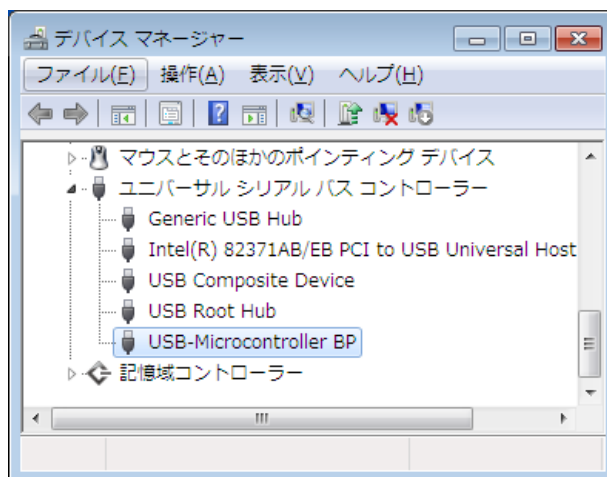

図 12 Windows 7 のドライバインストール確認
- ⑤ デバイスを USB ケーブルでパソコンに接続します。図 12 のように「デバイスマネージャー」の画面に「USBM-Microcontroller BP」(または、「USBM-Microcontroller SP」)と表示されれば、ドライバが正しくインストールされています。